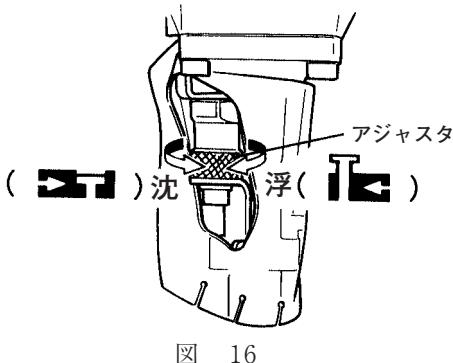

図 16
#### (1) アジャスタの調整 (図 16)
釘の頭が浮くときはアジャスタを沈む方(マーク )に回します(図 16, 17)。アジャスタは1回カチッと回るごとに  $0.5 \text{ mm}$  移動します。